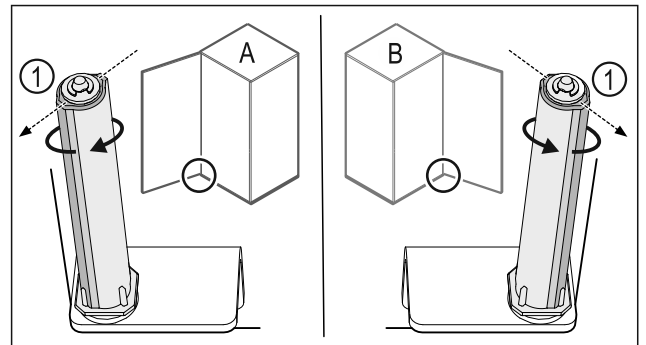

Fig. 37 Butée à gauche (A) / butée à droite (B)
- Tourner le système de fermeture contre la résistance jusqu'à ce que son arête Fig. 37 (1) pointe vers l'extérieur.